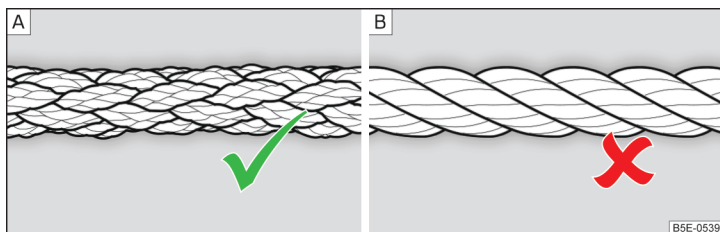

Fig. 219 Cablul de tractare împletit/cablul de tractare înfășurat
Pentru tractare trebuie utilizat un cablu de tractare împletit » fig. 219 - A.
- La tractare nu utilizați cablu de tractare înfășurat » fig. 219 - B, cârligul de tractare s-ar putea desface la autovehicul - există pericol de accident.